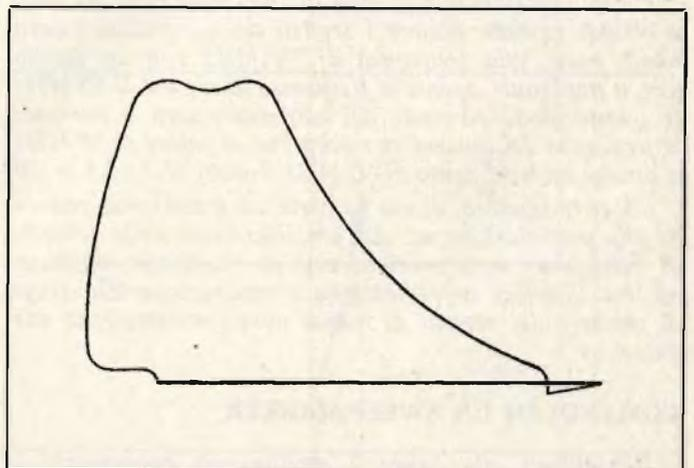

Fig. 4 - Esempio di messa in fase del segnale di modulazione e del segnale di scansione errata.
- 7°) regolare il comando della fase relativo alla scansione orizzontale a frequenza di rete dell'oscilloscopio (se lo stesso ne è sprovvisto agire sulla regolazione fase asse X posta sul retro dello strumento collegando l'apposito cavo) sino ad ottenere una corretta messa in fase tra il segnale di vobulazione e quello di scansione come mostra la figura 3 (le figure 4 e 5 mostrano condizioni di fase errata).